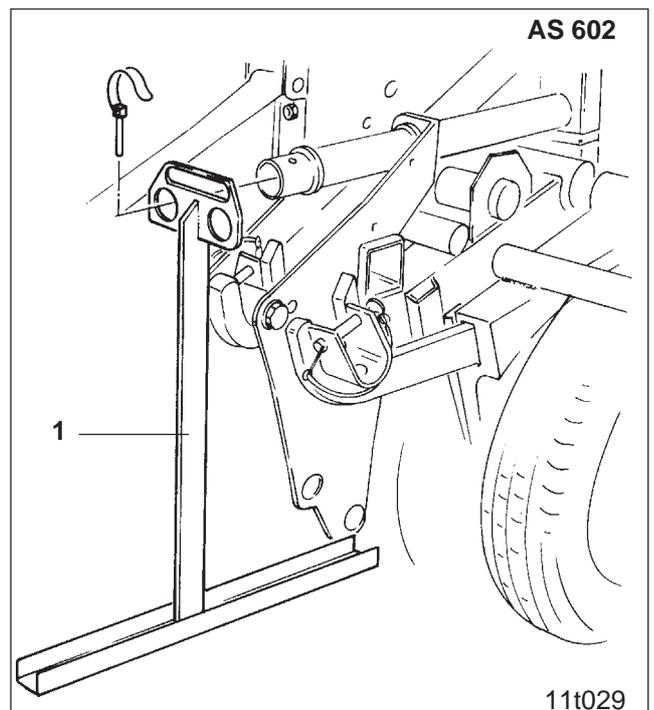

Fig. 4.9
- Abstellstützen innen (Fig. 4.9/1) für AS 602